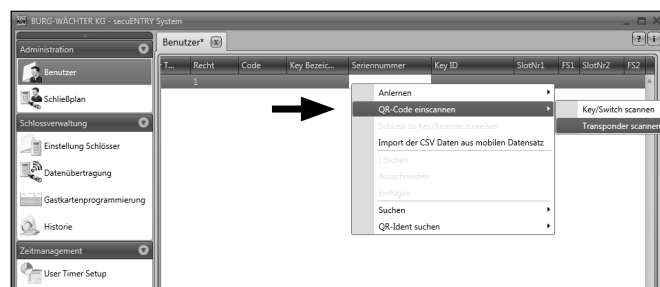

Fig. 1 : scanner le Key/Remote
- Choisissez **scanner le code QR** et puis **scanner Key/Remote** (Fig. 1).